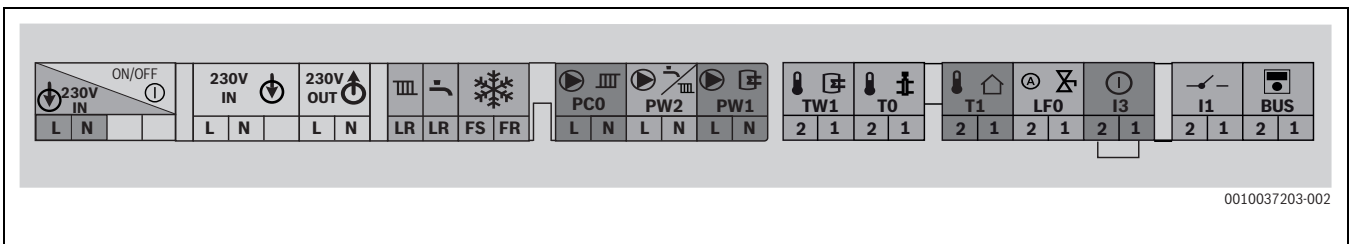

Fig. 36 Bornera para accesorios externos
- ▶ Conectar el cable a la bornera para accesorios externos (→ fig. 36).